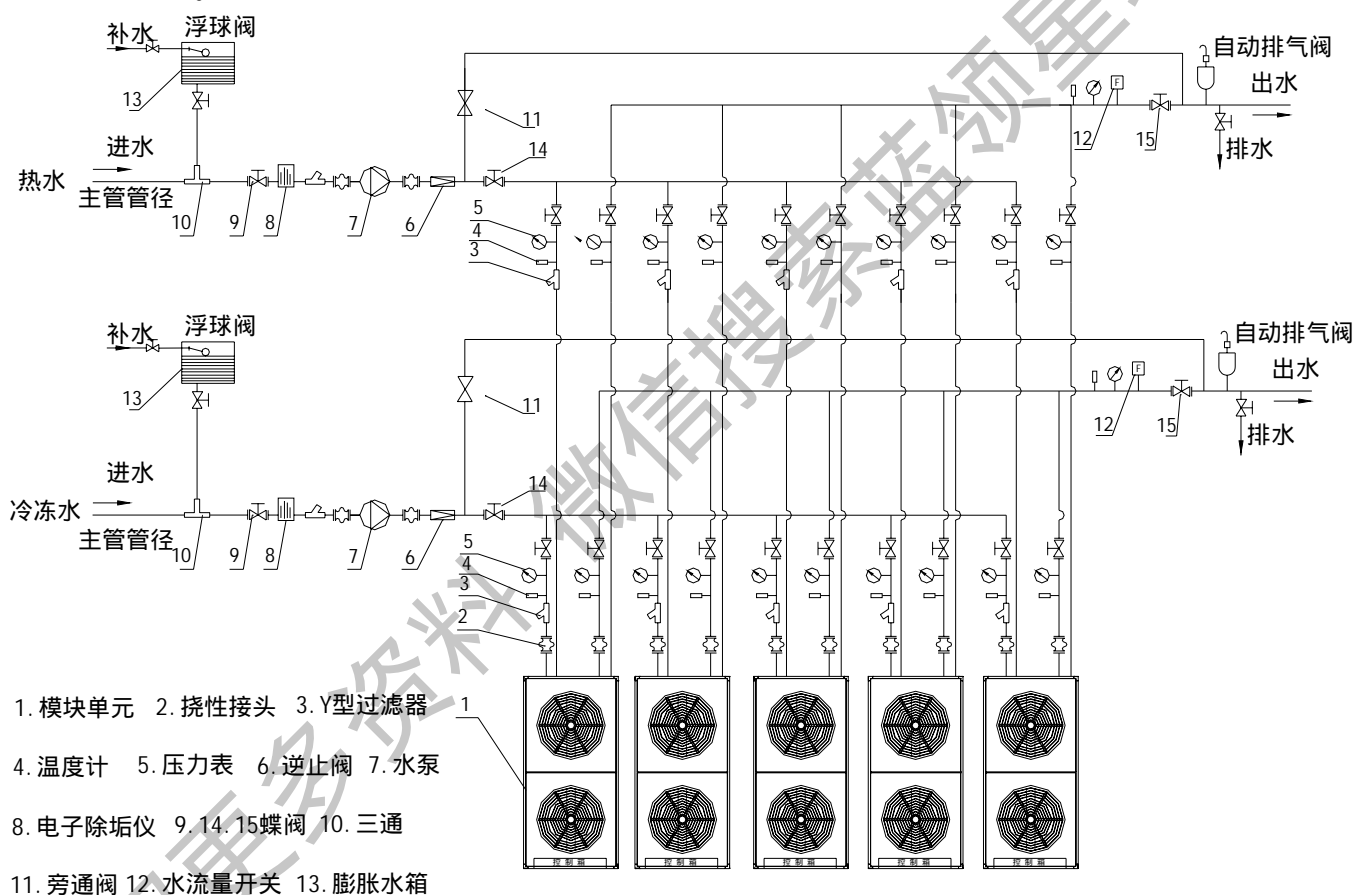

图 10 机组水系统图
11. 图 10 为机组水系统图，仅供参考，实际工程须由专业人员按标准和设计要求进行施工。
1. 机组的水系统应严格按照本操作手册水系统图 10 配管，各阀门处于开启状态，使水路畅通。